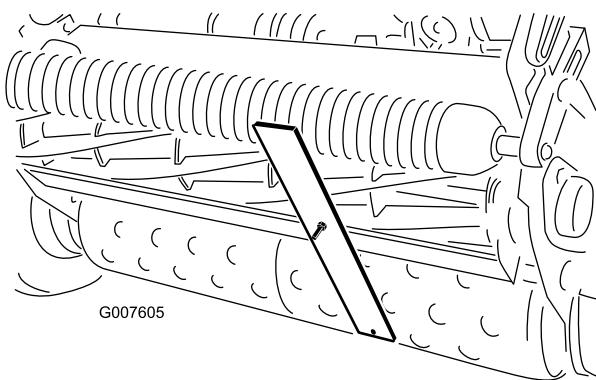

図 53
4. ゲージバーのネジ頭を下刃の先端に引っかけ、バーの後端を後ローラに当てがう（図 53）。